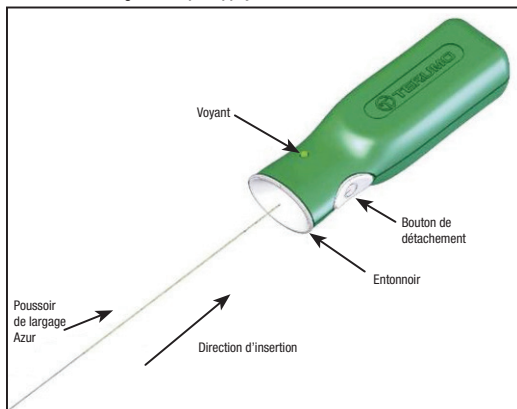

Figure 4 – Contrôleur de détachement Azur
- Ouvrir la pochette du bouchon vasculaire Azur et en retirer le cerceau du dévidoir. Avant d'utiliser le dispositif, retirer la cale du cerceau du dévidoir. Tout en maintenant l'implant et la gaine d'introduction du bouchon vasculaire Azur en place, tirer le poussoir hors du cerceau du dévidoir de manière à exposer l'extrémité proximale du poussoir de largage. Veiller à ne pas contaminer cette extrémité du poussoir de largage avec des substances étrangères telles que du sang ou des produits de contraste. Insérer fermement l'extrémité proximale du poussoir de largage dans la section en entonnoir du contrôleur de détachement Azur. Voir la Figure 4. **Ne pas appuyer sur le bouton de détachement à ce stade.**
31. Raccorder l'extrémité proximale du poussoir de largage au contrôleur de détachement Azur en insérant fermement l'extrémité proximale du poussoir de largage dans la section en entonnoir du contrôleur de détachement Azur. Voir la Figure 4.